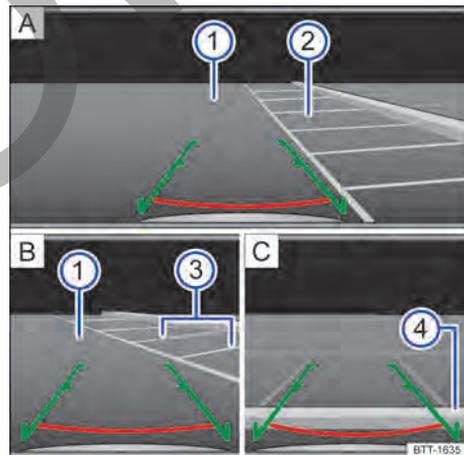

Fig. 110 Sistema de infotainment: aparcar con el asistente de marcha atrás.
- ① Calzada
- ② Hueco de aparcamiento seleccionado
- ③ Limitación lateral del hueco de aparcamiento seleccionado
- ④ Limitación trasera del hueco de aparcamiento
- Sitúe el vehículo delante del hueco de aparcamiento → fig. 110 A ②.
- Retroceda lentamente a la vez que gira el volante de manera que las líneas laterales verdes se introduzcan en el hueco de aparcamiento seleccionado. Las líneas verdes tienen que coincidir con las líneas de delimitación laterales del hueco de aparcamiento → fig. 110 B ③.
- Detenga el vehículo cuando la línea horizontal roja haya alcanzado la delimitación trasera → fig. 110 C ④.